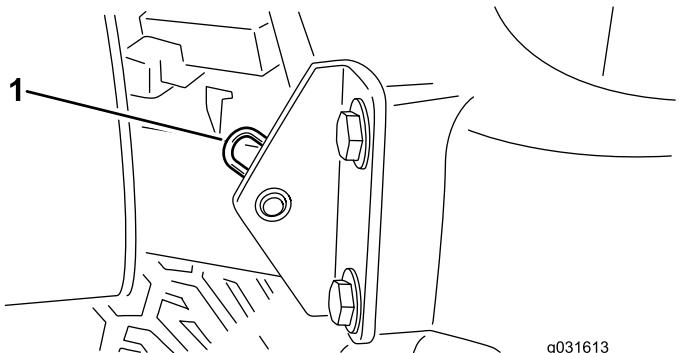

Figura 63
2. Togliete la coppiglia che fissa il perno del cofano alle staffe di montaggio (Figura 63).